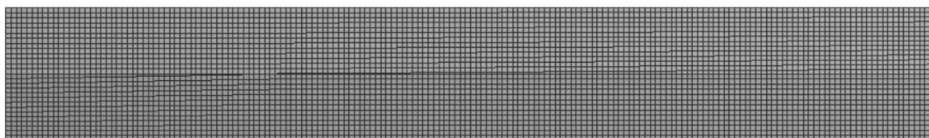

图 8-21 划分网格
- (1) 在导航树里单击【Mesh】→【Details of “Mesh”】→【Defaults】→【Relevance】= 100，【Element Midside Nodes】= Kept；【Sizing】→【Size Function】= Adaptive，【Relevance Center】= Medium，【Element Size】= 4mm；其他默认。
- (2) 在标准工具栏中单击，选择 Top 和 Bot 平面，右键单击【Mesh】→【Face Meshing】→【Method】= Quadrilaterals，其他默认。
- (3) 生成网格：右键单击【Mesh】→【Generate Mesh】，图形区域显示程序生成的四边形网格模型，如图 8-21 所示。